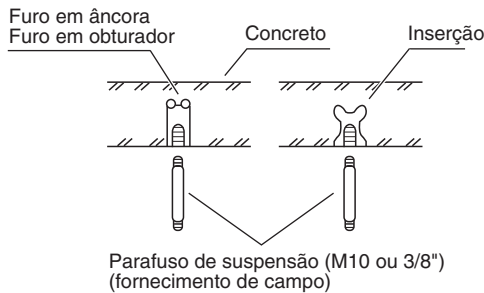

Fig. 3-3
- Insira os parafusos de suspensão (Fig. 3-3).
- (2) Aparafuse os parafusos de suspensão deixando-os protuberantes desde o tecto (Fig. 3-3). (Corte o material de tecto, se for necessário.)